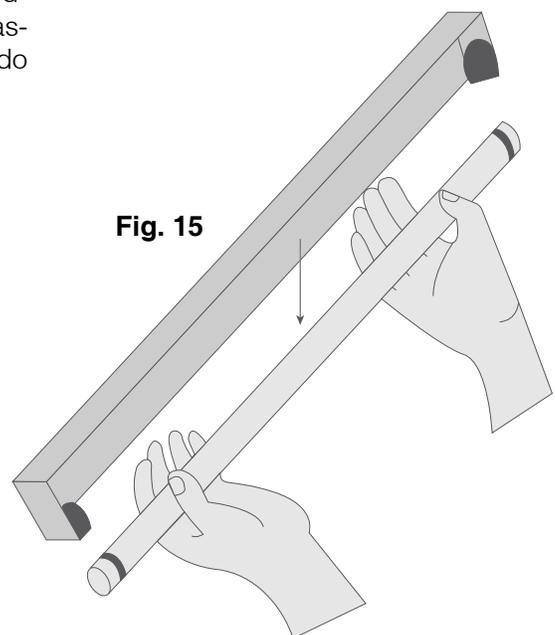

Fig. 15
- 3** Para instalarlo, encajar los extremos en su sitio y girarlos 90° grados en sentido contrario (Fig. 15).